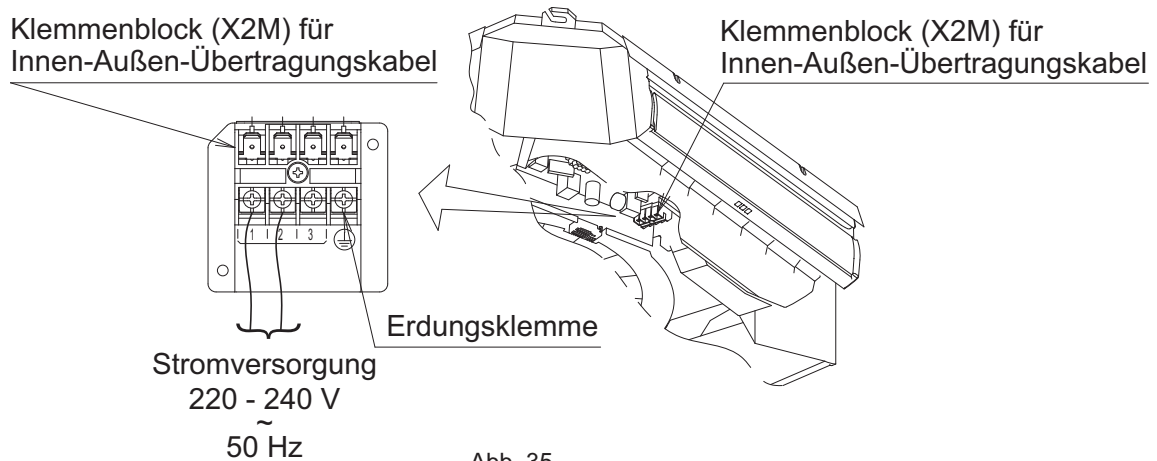

Abb. 35
1. Öffnen Sie die Schaltkastenabdeckung und schließen Sie die einphasige Spannungsquelle an den Anschluss (1, 2) an der Anschlussleiste (X2M) für die Verbindungskabel zwischen Innen- und Außengerät an. Schließen Sie den Erdungsleiter an die Erdklemme an. **(Siehe Abb. 35)**